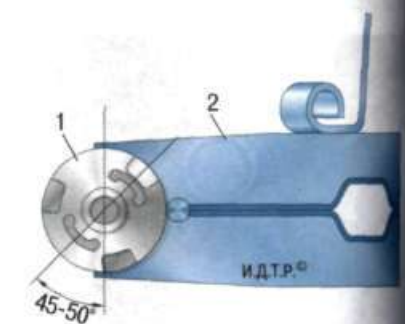

Рис. 7.7. Ориентация сайлентблока при монтаже: 1 – сайлентблок; 2 – рычаг задней подвески
2. Запрессуйте в оба рычага задней подвески сайлентблоки с предварительно выпиленными вырезами В монтажным приспособлением в таком порядке: установите корпус приспособления 11 на проушину рычага с наружной стороны, совместив метки А на корпусе приспособления и проушине рычага, показанные стрелкой; установите на болт 13 упорную шайбу 12, вставьте его в проушину рычага, наденьте на болт новый сайлентблок 10, монтажную втулку 9 с выступами и навинтите гайку 8. Сориентируйте сайлентблок по отношению к рычагу, как показано на рис. 7.7, и запрессуйте его заподлицо с торцом проушины рычага.
- Очистите проушину от ржавчины и окарины и запрессуйте новый сайлентблок, соосиновав его, как показано на рис. 7.7.